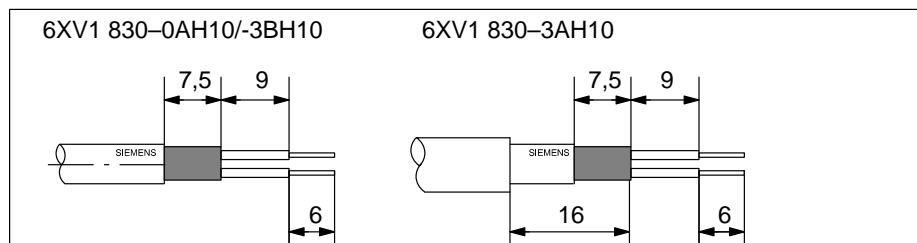

Figura 3-8 Lunghezza delle spelature per il collegamento alla spina di collegamento al bus (6ES7 972-0B.11 ...)
1. Spelare il cavo di bus come indicato nella figura 3-8.